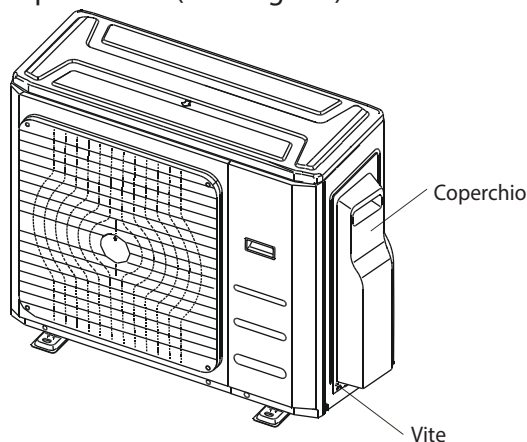

Fig. 8.1
2. Rimuovere il coperchio del quadro elettrico dell'unità esterna. Se non è presente un coperchio sull'unità esterna, togliere i bulloni dal pannello di manutenzione e rimuovere il pannello protettivo. (Ved. Fig. 8.1)